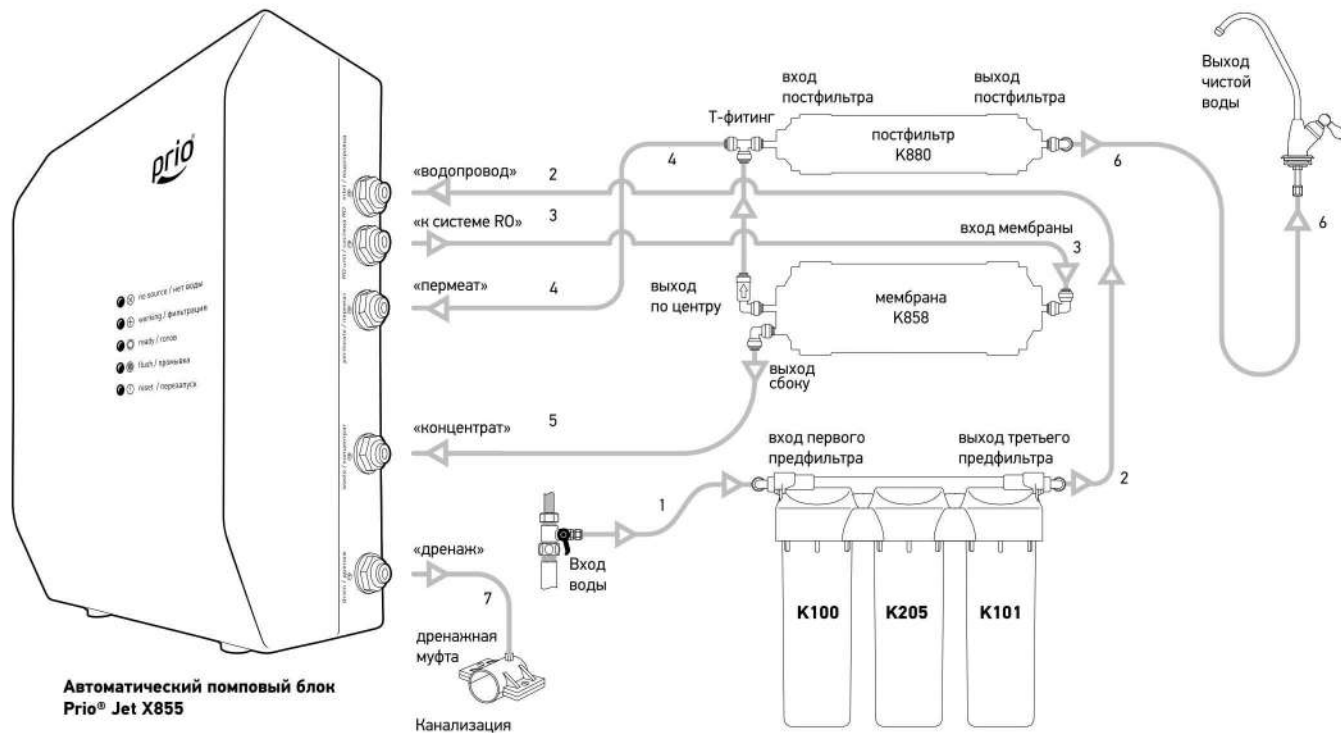

Рис.2. Принципиальная схема подключения OUD600
На первой ступени предварительной очистки картридж из полипропилена K100 задерживает механические примеси и прочие частицы размером крупнее 5 микрон (Рис. 2). Картридж второй ступени K205 с активированным углем устраняет запах и удаляет из воды остаточный хлор и другие органические и неорганические примеси.
- Установить в водопроводную магистраль холодной воды тройник с шаровым краном (см. Рис. 2).
- Собрать с помощью входящей в комплект поставки пластиковой трубки (шланга) систему «магистраль → система обратного осмоса → кран» в соответствии со схемой подключения (см. Рис. 2).